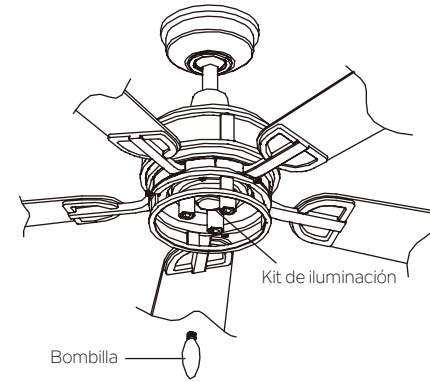

Fig. 23
Paso 1. Instalar las 3 bombillas LED B10 de 4 vatios (ya incluidas). (Fig. 23)